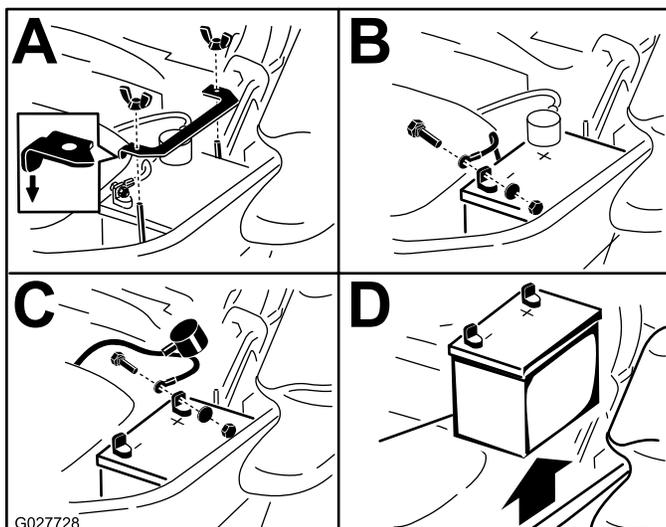

Figura 53
3. Retire la batería, según se muestra en Figura 53.
Nota: Coloque la batería en la bandeja, con los bornes frente al depósito hidráulico (Figura 53).